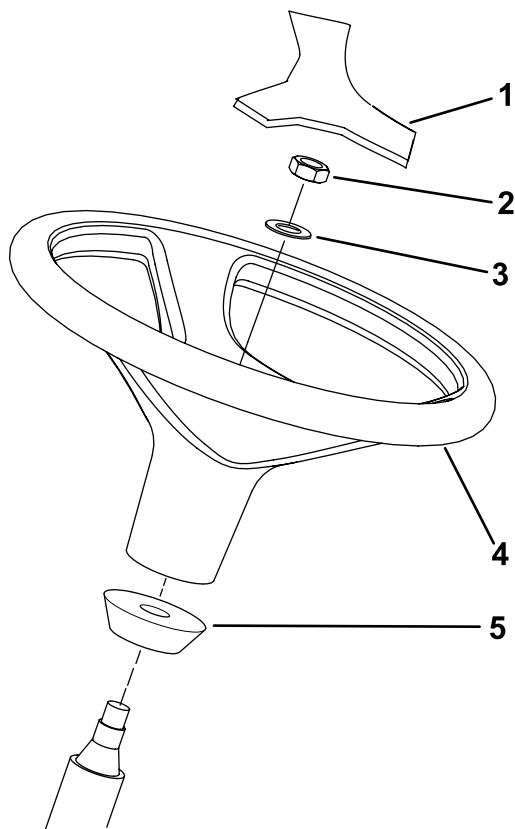

図 12
1. 出荷台からハンドルを外す。 図 12
注 ステアリングシャフトについているウレタン製のカラーは外さないでください (図 12)。
3. ハンドルとワッシャをステアリングシャフトにはめ込む (図 12)。
5. ハンドルにカバーを取り付ける (図 12)。